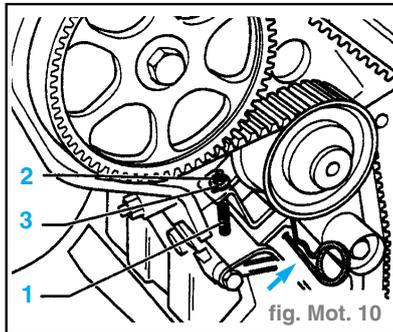

fig. Mot. 10
- Visser la tige filetée **M5x55 -1-** dans le dispositif de tension de la courroie crantée. Visser l'écrou six pans -2- avec une grande rondelle entretoise -3- sur la tige filetée. (fig. Mot. 10)
- Tendre la courroie crantée ; à cet effet, retirer le mandrin d'arrêt -flèche- et dévisser la tige filetée -1-. (fig. Mot. 10)